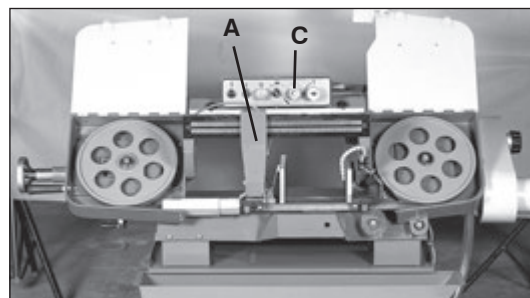

Fig. 11
5. Veillez à ce que le support du guide-lame gauche (A) soit aussi près que possible de la mâchoire gauche de l'étau (B, Fig. 11).
6. Tournez le microrupteur de régulation hydraulique (C, Fig. 11) dans le sens contraire des aiguilles d'une montre jusqu'à ce que la lame de scie commence à s'abaisser à la vitesse voulue.
7. Coupez au travers de la pièce, tel que sur l'illustration (Fig. 11). La machine s'arrêtera automatiquement à la fin de la coupe.